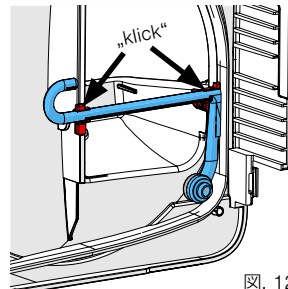

図. 12
- 左右の留め金にリンス管を押しはめて、元に戻してください（図12）。